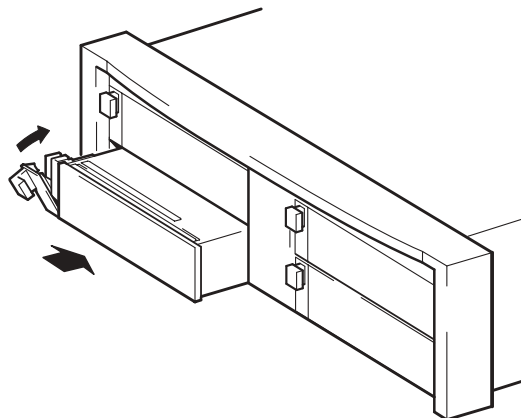

图 6b: 安装半高度磁带机模块
- 2 将磁带机模块滑进一个打开的隔架中，确保模块两侧的导轨装入分隔墙上的插槽中，如图 6b 和 6d 所示。小心但应牢牢地推入磁带机模块，确保其已全部推入，使后部接口牢牢地固定。抽出器拉杆将轻轻关闭。